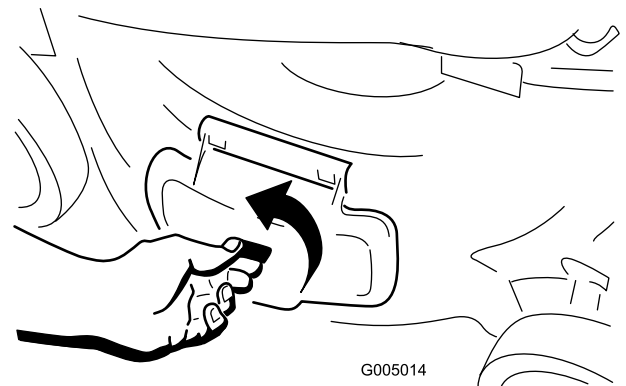

Figure 16
1. Déverrouillez le volet d'éjection latérale (Figure 16).